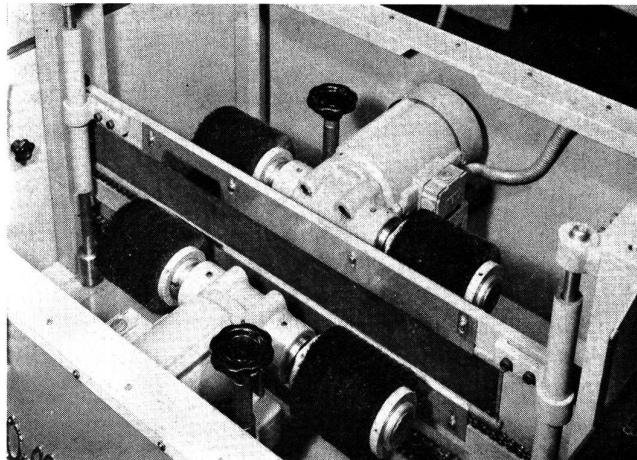

Abbildung 3 Bürst- und Polierzone mit den vier rotierenden gegenläufig drehenden Bürsten
Auf dem «Reed-O-Mat», einer automatischen Webblatt-Bürst- und Poliermaschine, werden keine Steine zum Polieren verwendet. Anstelle der Steine treten die so genannten Scotch-Brite Polierscheiben (6). Schon ein leichter Druck dieser Polierscheiben auf das Blatt genügt, damit sich die rotierende Scheibe leicht zwischen die Zähne eindrückt und deren Kanten abrundet und poliert. Diese Arbeit wird vollautomatisch ausgeführt. Es braucht weder fachmännische Kenntnisse noch Gefühl, weder separate Polierscheiben für verschiedenartige Blätter noch eine Ueberwachung der Maschine. Die Blätter werden ins Abgabemagazin der Maschine gelegt und die Automatik schiebt sie durch die Bürsten oder Polierscheiben. Auf der andern Seite des Bürstmechanismus werden sie wieder ins Aufnahmemagazin aufgestapelt. Die Vorschubgeschwindigkeit kann stufenlos eingestellt werden. Die Maschine ist standardmäßig lieferbar für Blattlängen von 2 m bzw. für Blattlängen bis zu 3,30 m (Abbildung 3).